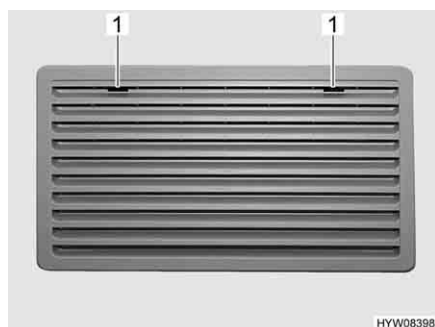
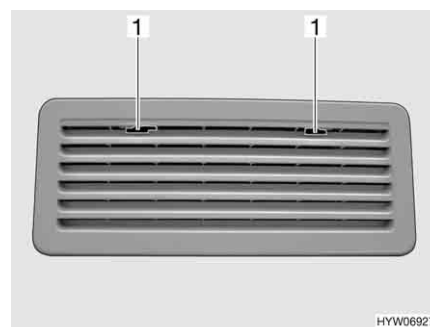

Fig. 222 Grille d'aération du réfrigérateur (Thetford, grande)
Fig. 223 Grille d'aération du réfrigérateur (Thetford petit)
- Pousser le dispositif de blocage (Fig. 222,1 ou Fig. 223,1) vers le milieu.